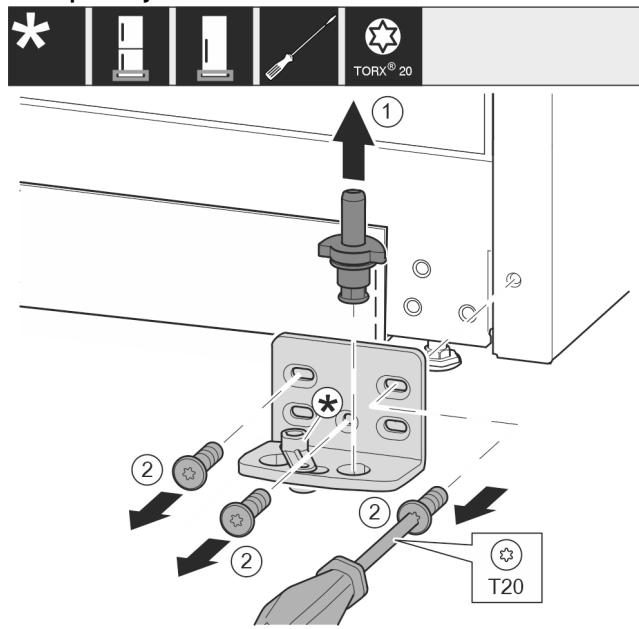

Fig. 13
- ▶ Ložiskový čep celý vytáhněte nahoru. Fig. 13 (1)
- ▶ Šroubovákem T20 vyšroubuješ šrouby a odeberte stojan ložiska. Fig. 13 (2)